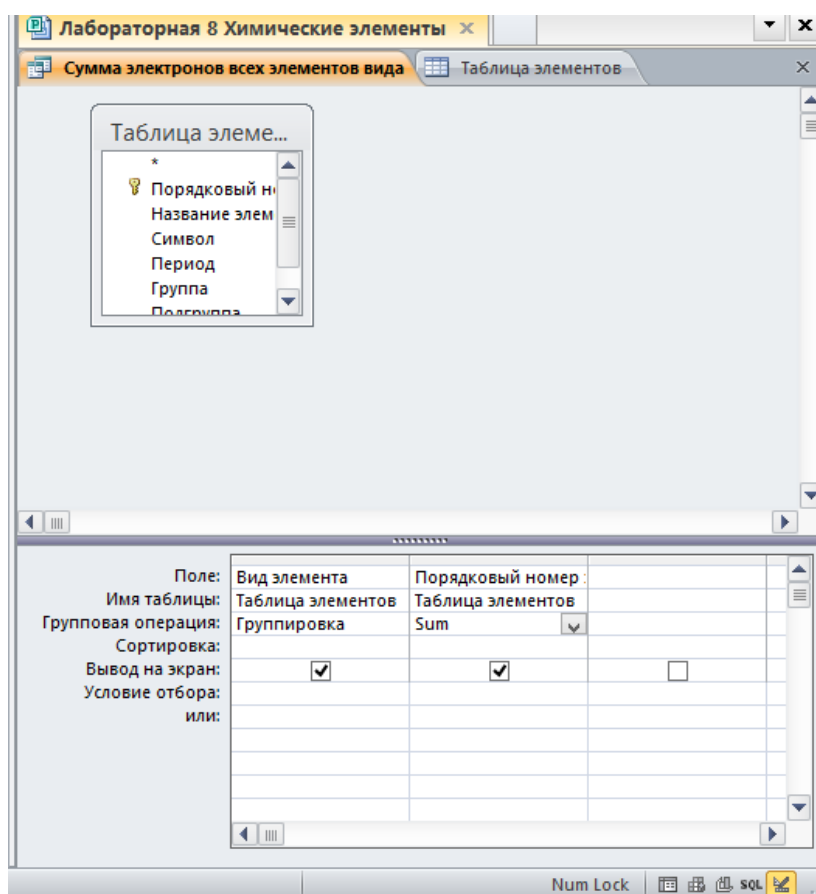

Рисунок 74 – Создание итогового запроса
4. В столбце *Порядковый номер* в строке *Групповая операция* вместо слова *Группировка* выберите *Sum* (рисунок 74).